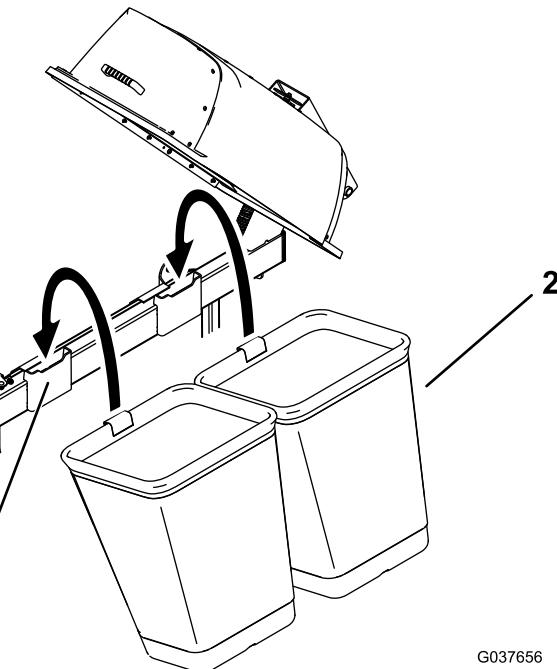

Bild 18
- Setzen Sie die Grasfangkörbe auf die Befestigungen für die Fangkörbe (Bild 18).